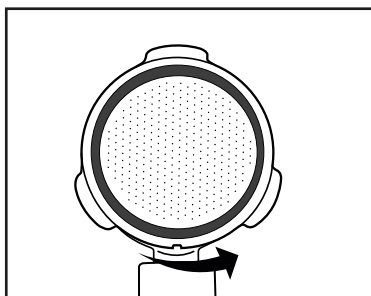

Abb. 2
- Drehen Sie dann den großen ❶⁵ oder kleinen Siebeinsatz ❶⁶ etwas, so dass dieser nicht mehr herausfallen kann (siehe Abbildung 2).